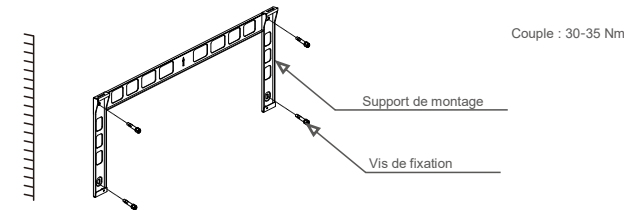

Figure 3.6 Montage mural de l'onduleur
Reportez-vous aux figures 3.6 et 3.7. L'onduleur doit être monté verticalement. Les étapes de montage de l'onduleur sont les suivantes :
1. Reportez-vous à la figure 3.6, percez des trous pour les vis de montage en fonction du diamètre du trou situé sur le support à l'aide d'un foret de précision en maintenant la perceuse perpendiculaire au mur. La profondeur maximale est de 90 mm.
2. Assurez-vous que le support est bien à l'horizontale, Et que les repères des trous de montage (sur la figure 3.6) sont correctement marqués. Percez les trous dans le mur au niveau des marques.